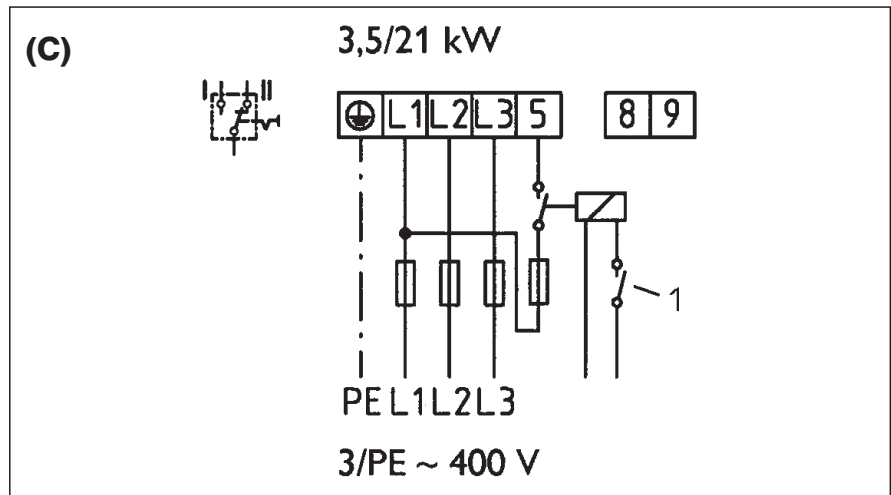

Fig. 12
(C) Medición con un contador, fig. 12, 1 contacto de la compañía eléctrica